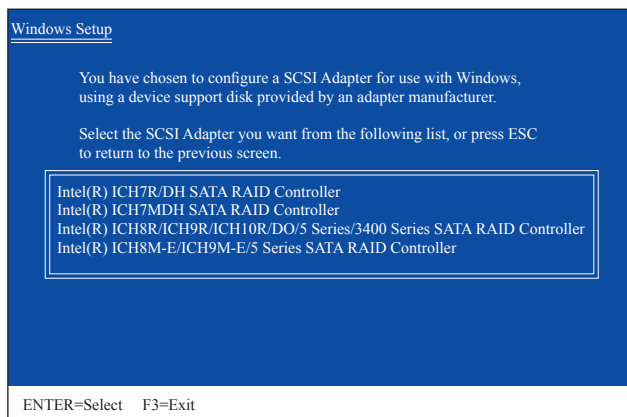

図 2
SATA RAID/AHCI ドライバを含むフロッピーディスクを挿入し、<S> を押します。次に、以下の図 2 のようなコントローラメニューが表示されます。**Intel (R) ICH8R/ICH9R/ICH10R/DO/5 Series/3400 Series SATA RAID Controller** を選択し、<Enter> を押します。